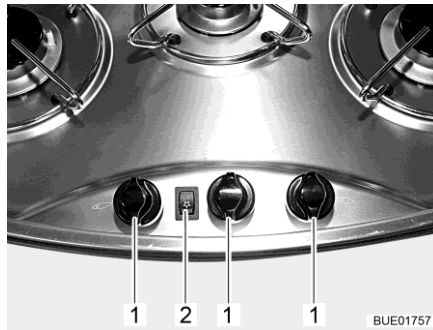
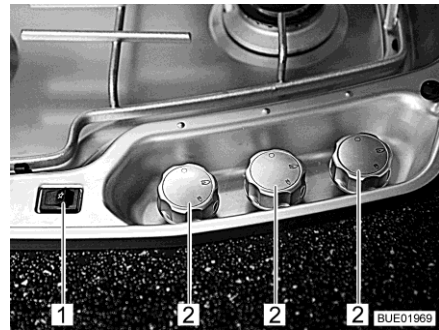

Fig. 234 Elementos de mando para la cocina de gas
Fig. 235 Elementos de mando para la cocina de gas (alternativa)
- Hundir el regulador giratorio (Fig. 234,1 ó bien Fig. 235,2) del quemador deseado y girar el mismo a la posición de encendido (llama alta).
- Presionar el interruptor basculante (Fig. 234,2 ó bien Fig. 235,1). En el quemador se producen chispas de encendido.